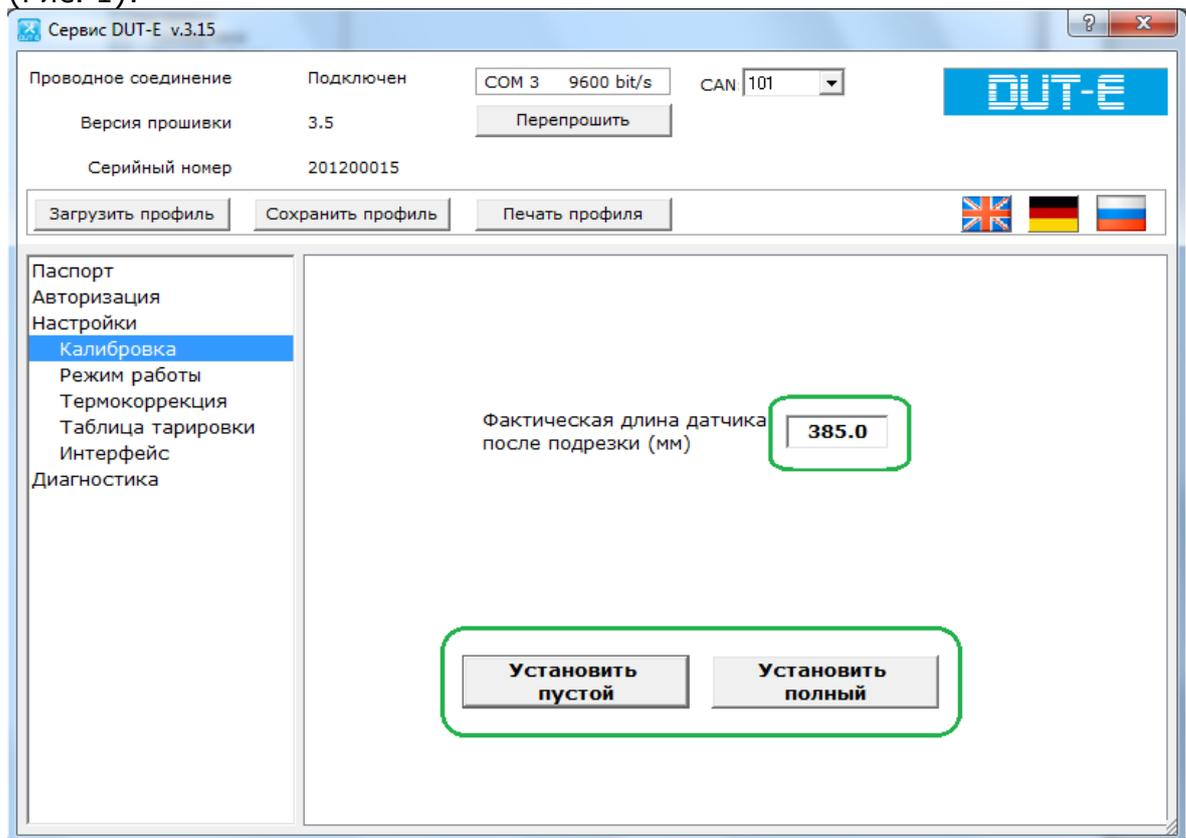

Рисунок 1
3.1.1. Внести фактическую длину датчика после обрезки, откалибровать (Рис. 1):